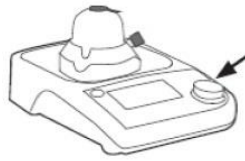

図 8
10. 最後に、設定ダイヤルを押して攪拌を停止し(図 8)、カプセルを適切に廃棄する。